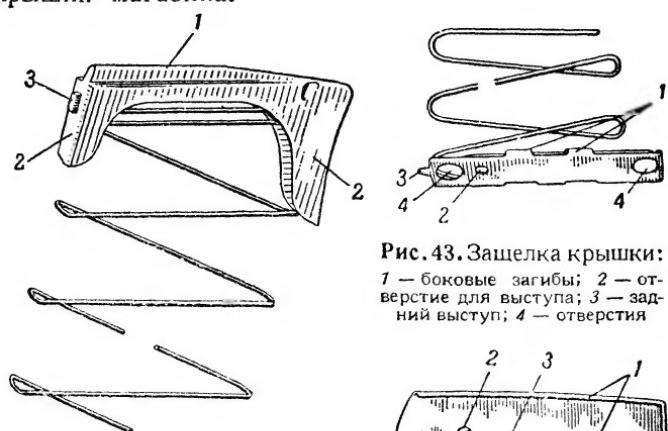

Рис. 43. Защелка крышки:
**44. Защелка крышки** (рис. 43) служит для крепления крышки. Она имеет: боковые загибы для соединения с пружиной подавателя; отверстие для выступа крышки; задний выступ для направления защелки в коробке; отверстия на концах для облегчения.